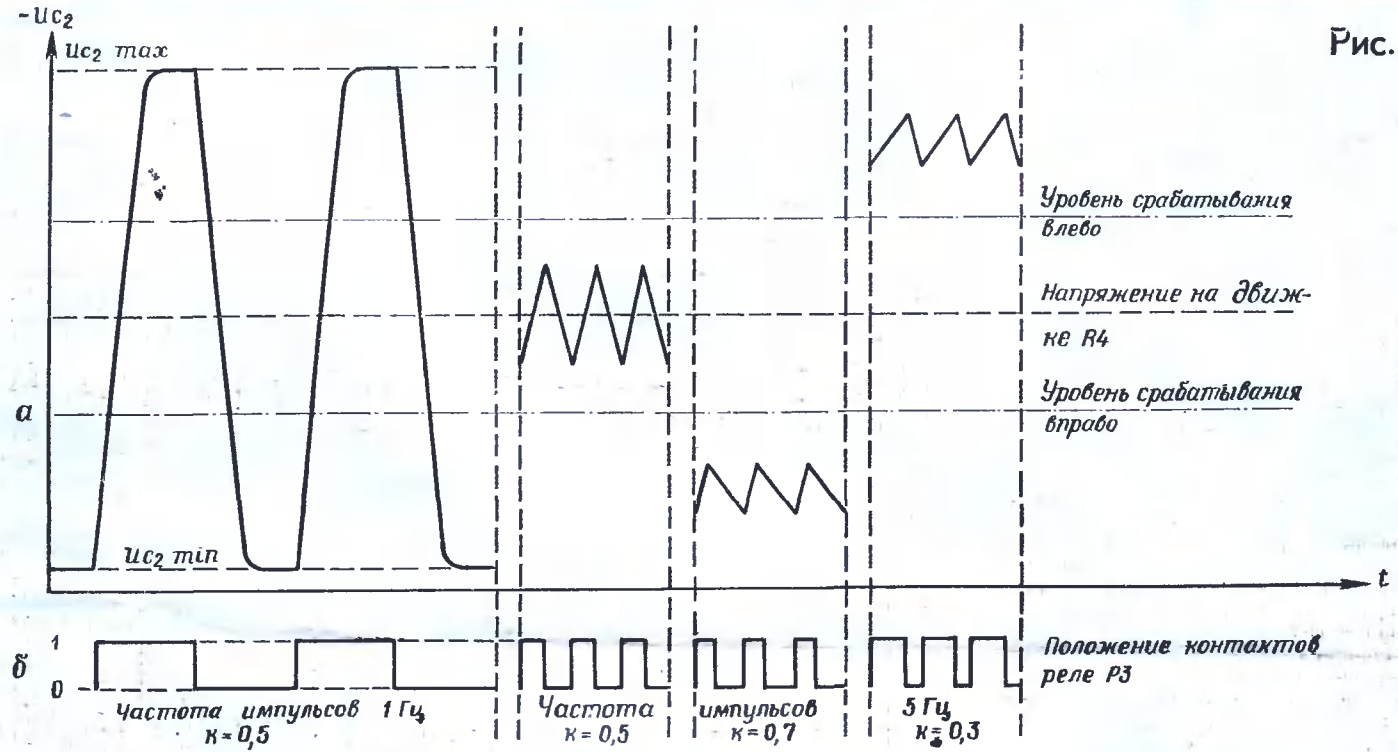

Рис. 2
2. Когда все булавки будут готовы, начинайте собирать из них выбранную вещь (бусы или браслет). Для этого продерните нить с одной стороны в кольцо булавки, а с другой — в отверстие застежки, чередуя булавки. Чтобы понять принцип работы, попробуйте собрать брошку (рис. 2). На три одинаковые булавки нанизайте по две (или по три) бусинки и застегните булавки. Затем соедините их между собой с обоих концов такими же булавками, чередуя: булавка — бусинка — булавка — бусинка — булавка. С одной стороны к двум вертикальным булавкам прикрепите еще одну — для застежки. По такому же принципу можно собрать и браслет. Для этого на каждую вертикально поставленную булавку нанизайте горизонтально по шесть булавок, располагая их поочередно направо и налево. Для браслета в 16 см надо: 35 булавок — 23 мм (две из которых для застежки), 24 бусинки одного цвета, 24 бусинки другого цвета, при условии, что на каждой булавке по две бусинки.